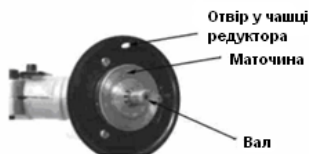

Рисунок 6
- вирівняйте отвір в маточині валу з отвором у чашці редуктора (рис.6);